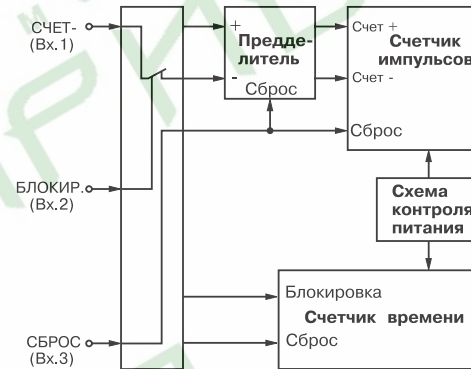

Рис. 10. Обратный счет импульсов с возможностью блокировки и сброса по отдельным входам
3.1.7.2. Обратный счет импульсов с возможностью блокировки и сброса по отдельным входам задается при значениях  $inP=1$  (рис. 10).